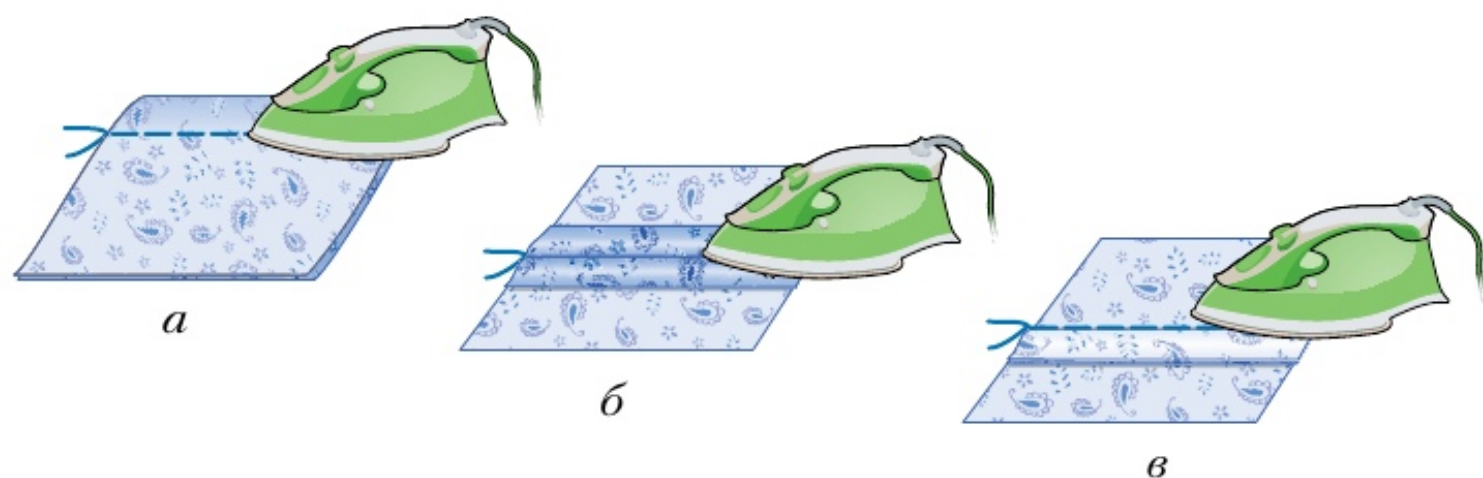

Рис. 136. Операции влажно-тепловой обработки: *а* — приутюживание; *б* — разутюживание; *в* — заутюживание
- 1. Приутюживание.** Деталь или швейное изделие укладывают на утюжильную доску и прижимают горячим утюгом в области шва, сгиба или края детали, для того чтобы уменьшить их толщину (рис. 136, *а*).
нии горячим утюгом (рис. 136, б). После этой влажно-тепловой обработки шов получает название «стачной шов вразутюжку».
3. Заутюживание. Край детали подгибают и закрепляют его в таком положении горячим утюгом. Припуски стачного шва укладывают в одну сторону (рис. 136, в), в результате чего получается стачной шов взаутюжку.